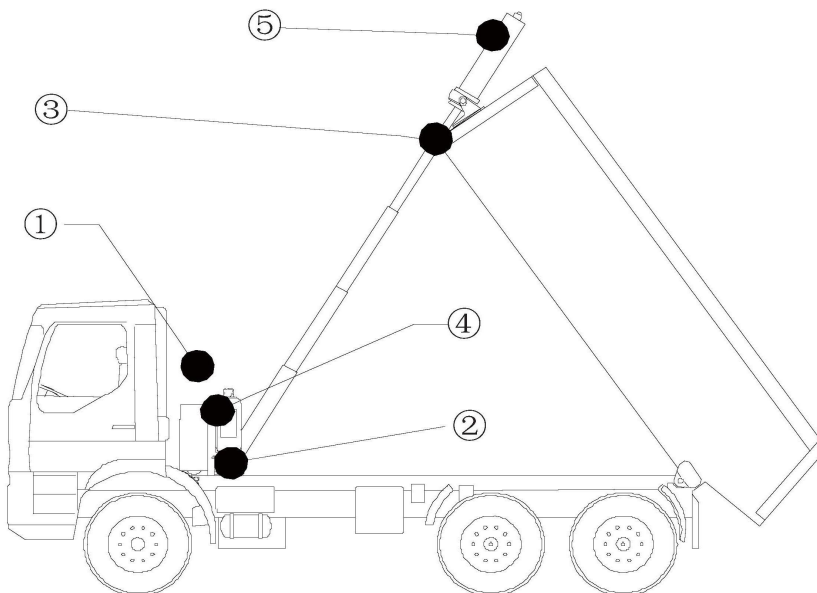

图 1
- 其他可能影响安装位置的因素如图 1 所示:
- ① 驾驶室间隙——确保油缸与驾驶室间留有足够空间,以便于驾驶室的翻转、举升过程中厢体的运动及安装区域内可接触到其它部件。
- ② 旋转空间——在举升过程中油缸会围绕其下支架旋转,请确保在油缸、驾驶室及变速箱周围留有足够空间。
- ③ 末级缸筒间隙——检查油缸顶起后油缸缸筒与车厢前端是否留有至少 50mm 的间隙。
- ④ 维护空间——确保留有适度空间以便在安装及维护过程中使用工具、连接软管等等。
- ⑤ 以一定角度(相对于厢体)安装的 FC 型油缸在举升过程中将会摆向厢体。确保整个举升过程中油缸与车厢前端留有足够间隙(至少 50mm)。